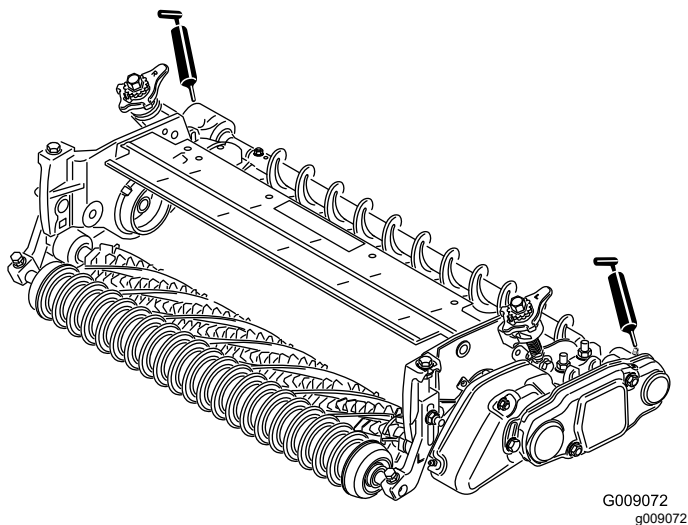

Figura 35
27. Lubrique los engrasadores situados en cada uno de los alojamientos de cojinete del cepillo del rodillo y en el resto de la unidad de corte con grasa de litio de propósito general N° 2 (Figura 35).